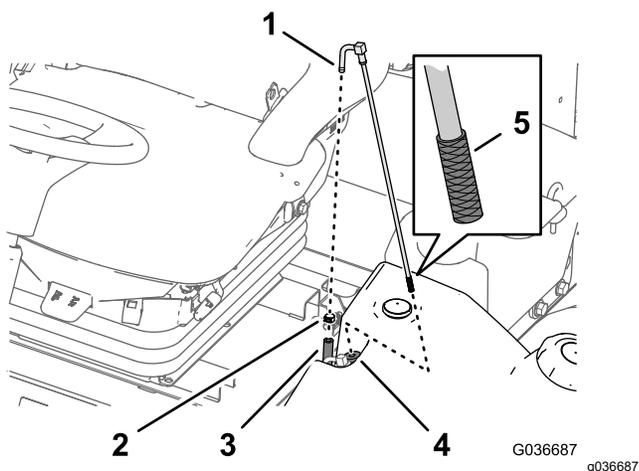

Figure 50
1. Retirez le collier qui fixe le flexible de carburant au raccord du tube d'aspiration (Figure 50).
2. Débranchez le flexible du raccord (Figure 50).
3. Soulevez et déposez le tube d'aspiration du réservoir de carburant (Figure 50).
4. Nettoyez les débris éventuellement présents sur la crépine au bout du tube d'aspiration de carburant (Figure 50).
5. Insérez le tube d'aspiration dans la bague de caoutchouc et dans le réservoir de carburant (Figure 50).